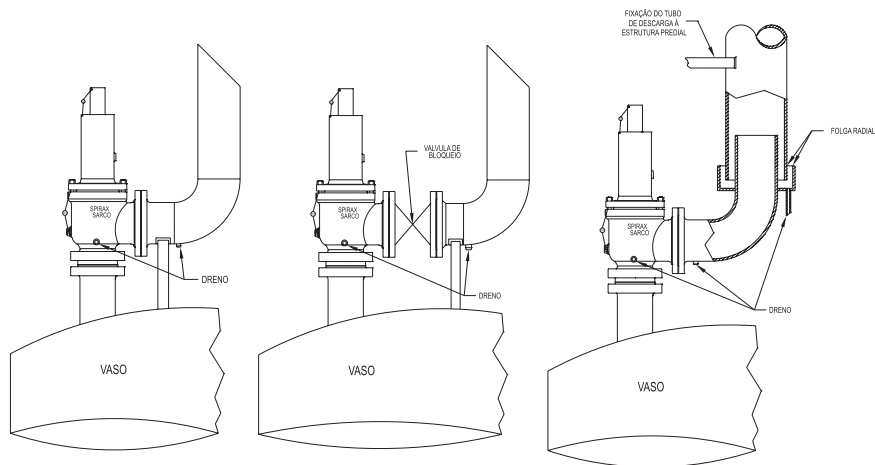

Figura 04
- Poderá ser instalada na tubulação de saída da válvula, uma válvula de bloqueio de passagem plena e de **diâmetro nominal igual ou maior** que o diâmetro de saída da Válvula de Segurança e Alívio, desde que observadas as recomendações da norma API RP 520 Parte 2, do código ASME Seção VIII UG135(d) e do Apêndice M deste código (**Figura 04**).